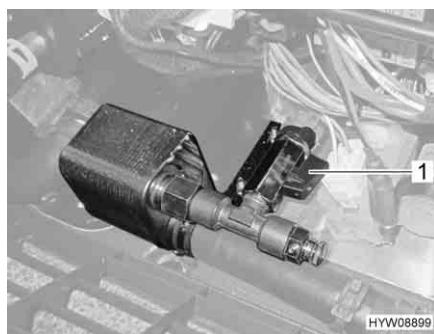

Fig. 115 Scambiatore di calore (Alde)
**Accensione:** ■ Posizionare la maniglia (Fig. 115,1) del rubinetto di chiusura parallela-mente alla tubazione.
**Spegnimento:** ■ Posizionare la maniglia (Fig. 115,1) del rubinetto di chiusura verticalmente rispetto alla tubazione.